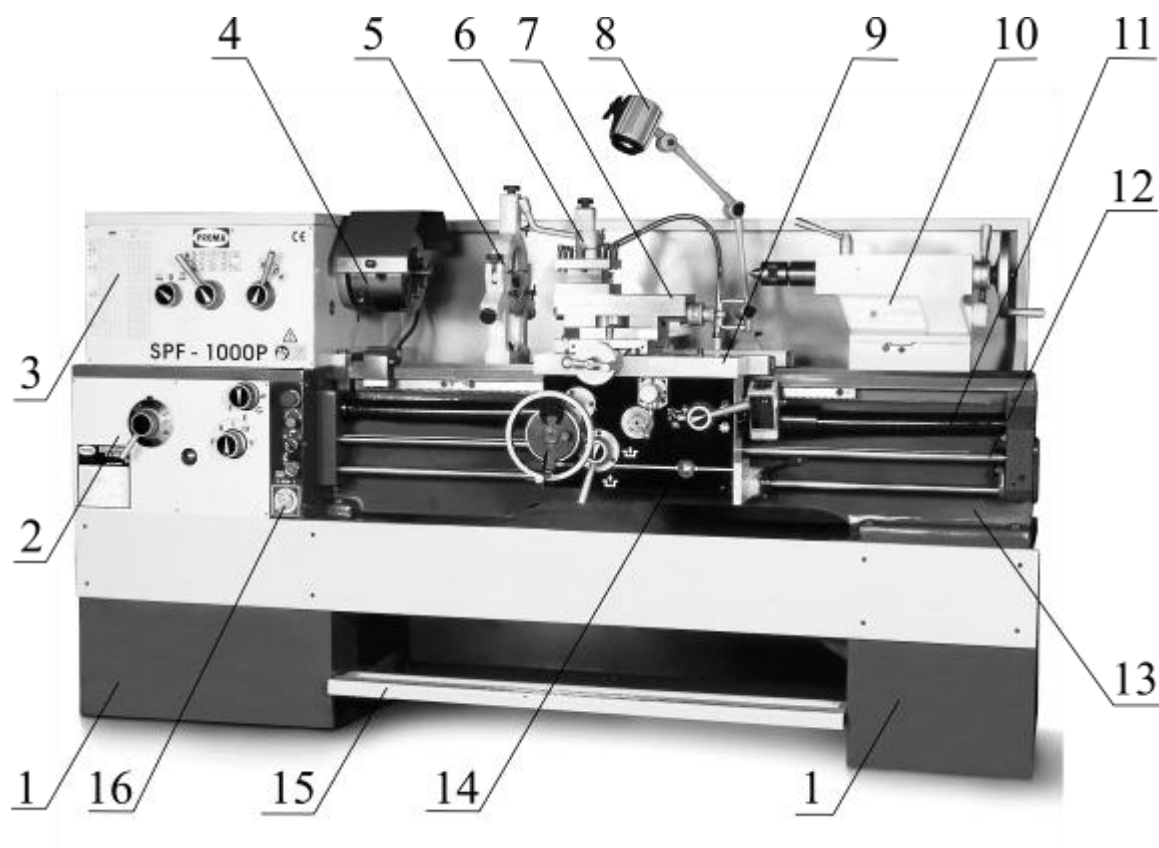

Рисунок 2.
3.3. Основные узлы и детали оборудования (см. рис. 2).